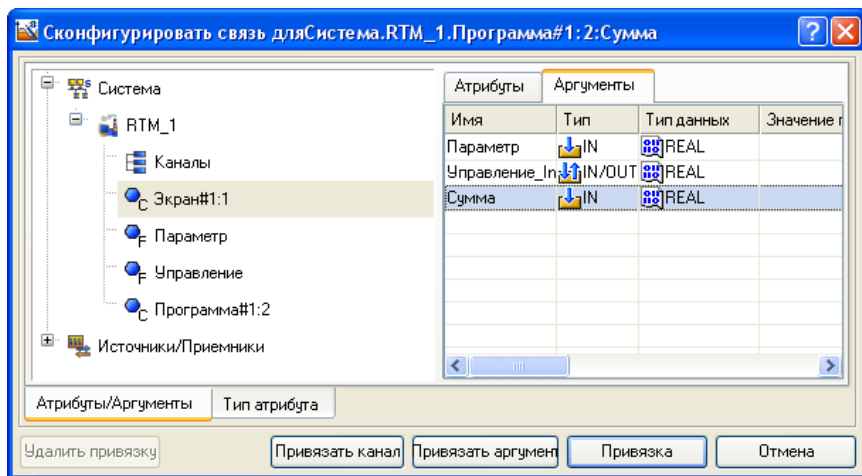

Рис. 12
4.4.4. Подвійним натисненням в полі **Прив'язка** аргументу програми **Сума** викликати вікно настройки зв'язку, вибрати в лівому вікні канал класу **CALL Экран#1**, а в правому відкрити вкладку **Аргументы** і вказати в ній аргумент **Сума**, потім натисненням ЛК на екранну кнопку **Прив'язка** підтвердити зв'язок (рис. 12).